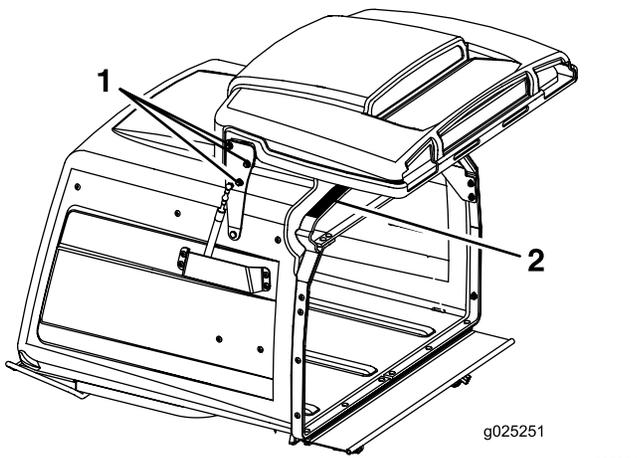

Bild 66
3. Lösen Sie die sechs Muttern am Klappenscharnier (Bild 66).
4. Öffnen Sie die Klappe und legen einen Gummistreifen ($\frac{3}{8}$ ") oder Schlauch ($\frac{3}{8}$ ") zwischen den Füllkasten und die Füllkastenklappe (Bild 66).